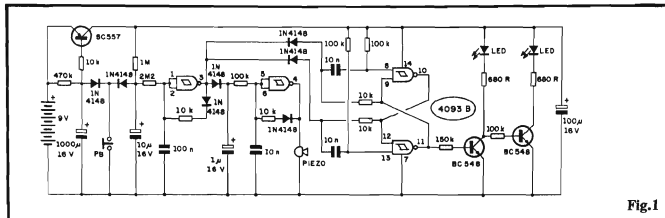

Fig.1
- FIG. 1 - O CIRCUITO - O super-sítio Integrado C.MOS 4093 encontra-se no "coração" do circuito, com seus 4 **gates** NAND de 2 entradas cada (função **Schmitt Trigger**) exercendo as atribuições de 3 blocos fundamentais do ODODE... Três transistores comuns (BC557 e BC548) auxiliam o 4093, em termos ativos... O "resto" são os dois LEDs indicadores finais, alguns diodos de isolamento e acoplamento, resistores e capacitores comuns, tudo distribuído num circuito apenas aparentemente complexo... Vejamos seu funcionamento, em uma análise simples: A alimentação (9 VCC, da bateria...) é permanentemente aplicada (não há interruptor geral); quando o interruptor de pressão Normalmente Aberto (PB) é acionado, o capacitor eletrolítico de 1000u (que estava carregado pela presença do resistor de 470K) se descarrega, imediatamente, através do diodo 1N4148 situado entre os ditos componentes... Com isso, o BC557, que se encontrava "cortado" (inibindo a alimentação geral para todo o circuito do ODO-DE...), "liga", permitindo que o circuito trabalhe por um tempo de aproximadamente 20 segundos, condicionado pelos valores do citado resistor de 470K e capacitor de 1000u (decorrida essa Temporização, novamente todo o circuito será desenergizado...). O **gate** do 4093 delimitado pelos pinos 1-2-3 está circuitado em oscilador controlado por Tensão, cuja Frequência básica é determinada pelo resistor de 10K e capacitor de 100n... Inicialmente, a Frequência é relativamente alta (em torno de 10 Hz), porém, à medida que a carga (escoada via diodo 1N4148, quando da pressão inicial sobre o push-button) no eletrolítico de 10u vai se elevando (através do resistor de 1M ao positivo da alimentação...), a Tensão aplicada ao oscilador via resistor de 2M2 faz com que, lentamente, o dito ritmo caia, até "zero" (quando, então, o oscilador pa-